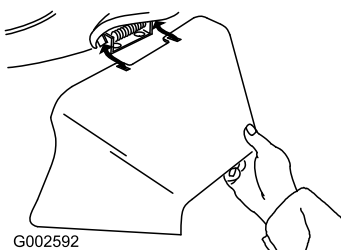

Figura 31
- Montate il condotto di scarico laterale e chiudete lo sportello sul condotto (Figura 31).